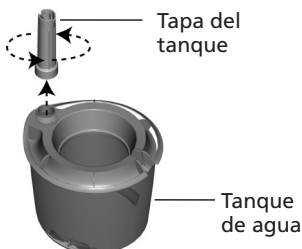

Figura 4
7. Desenrosque la tapa del tanque girándola hacia la izquierda y llene el tanque de agua con agua fresca. **NUNCA USE AGUA CALIENTE.** Vea la figura 4.